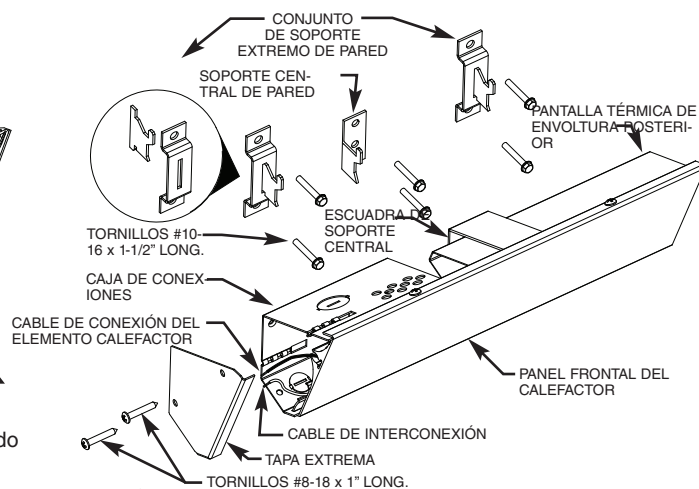

Figura 3
7. Coloque las tapas extremas (que se proveen en la bolsa de piezas) como lo muestra la Figura 3.